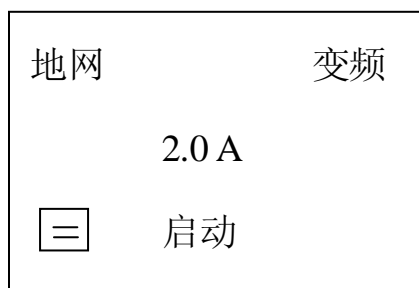
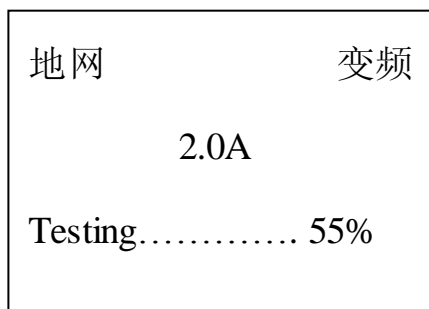
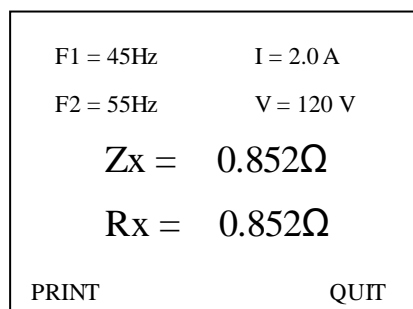

图 3
图 6
图 7
- 1) 打开电源开关，计算机进行自检，液晶屏显示中文主菜单如图 3 所示。
4. 测试：打开高压允许开关，当光标在测试项目上时，按**确认**键大约 5 秒钟开始测试。测试过程中显示的画面如图 6（地网，变频）所示，当下面的进程到 100%时候测试完毕，然后显示测量结果见图 7 所示，此时光标指示打印机图标，按**确认**键打印报告。测量结果的意义如下：
5. **手动打印：**仪器测试完毕,出现图 7 所示的界面.按 **键**可以在“print”,“quit”之间选择.如果选择“print”,按一下“确认”键,就会打印结果.如果选择“quit”,按一下“确认”键,就会返回初始界面如图 3 所示.